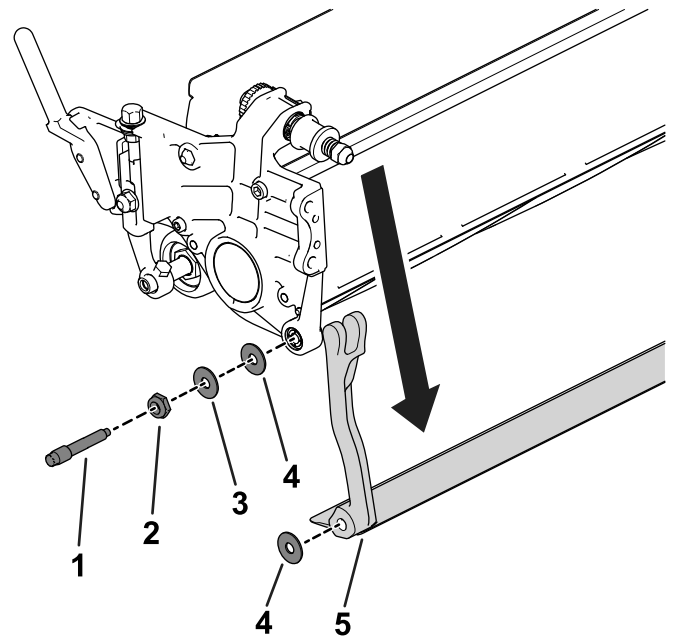

Figura 19
3. En cada lado de la máquina, afloje la contratuerca indicada en la Figura 19.
4. Retire cada perno de la barra de asiento para poder tirar de la barra hacia abajo y retirarla de la unidad de corte (Figura 19).
Guarde las 2 arandelas de acero y la arandela de plástico de cada extremo de la barra de asiento (Figura 19).
3. Coloque una arandela de nylon en cada lado del saliente de la chapa lateral. Coloque una arandela de acero por fuera de cada arandela de nylon (Figura 19).